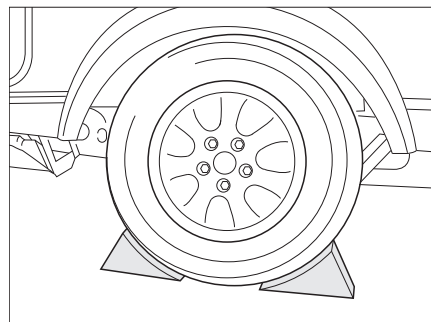

Bild 159 Säkra fordonet
- Använd stoppklossar eller liknande föremål på motsatt hjul för att säkra fordonet (Bild 159).